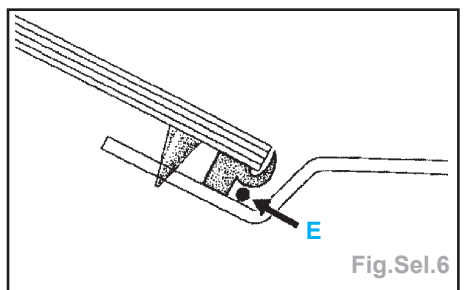

Fig.Sel.6
- Passer le fil de découpe (**E**) sous la lèvre du surmoulage inférieur (Fig.Sel.6).